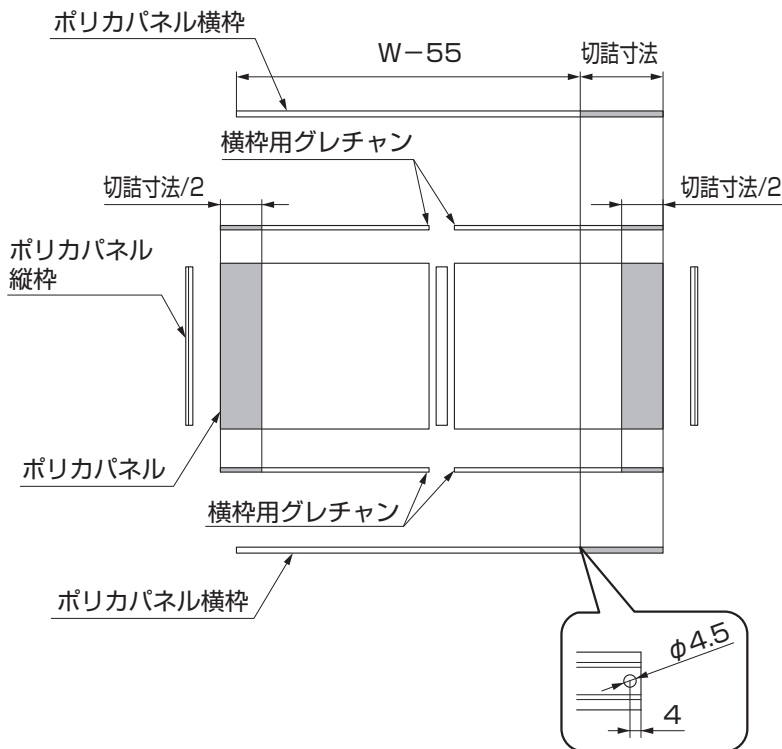

図1-6
- ③ポリカパネル横枠を両端から同ピッチで切断してください。
- ④横枠用グレチャン、ポリカパネルを両端から同ピッチで切断してください。
- ⑤ポリカパネル横枠に切断した側から4mmのところから $\phi 4.5$ の穴をあけてください。(図1-6参照)
- ⑥加工後、再度組立ててください。